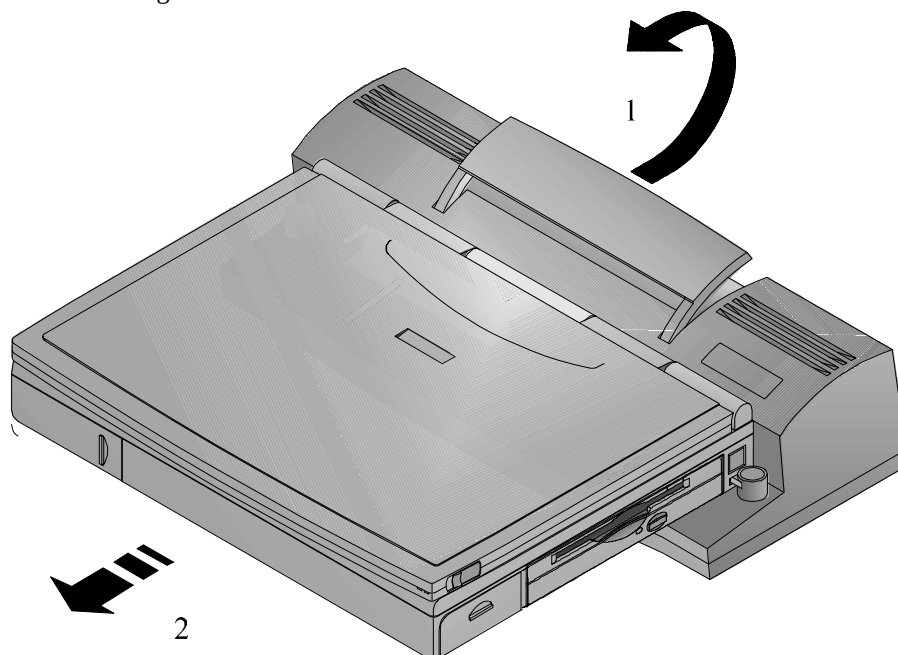

Figura 6-15: Distacco del notebook dal replicatore di porta
1. Sollevare il cursore di rilascio nella direzione della freccia (figura 6-15, passo 1).
2. Far scorrere il cursore di rilascio dal Minidock (figura 6-15, passo 2).